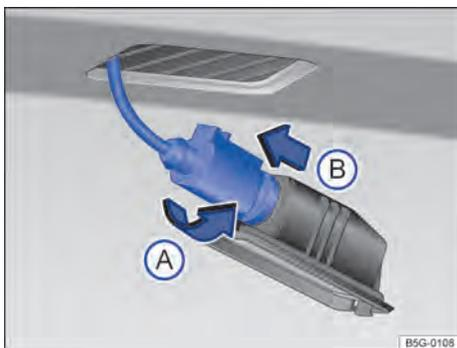

Fig. 168 Lanterna da placa de licença: desinstalar o suporte da lâmpada.
- 3 Girar o soquete da lâmpada no **sentido anti-horário** → Fig. 168 (A) e retirar o suporte junto com a lâmpada (B).
- 7 Posicionar o suporte da lâmpada na lanterna da placa de licença e pressionar no sentido contrário ao da seta (A) até o batente.